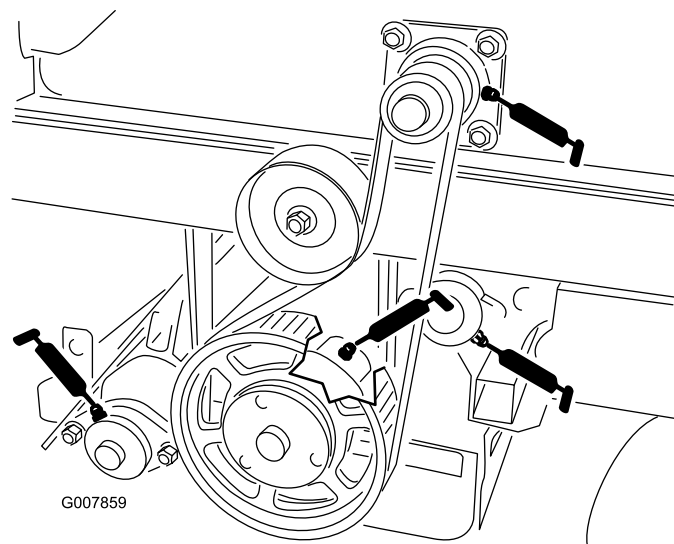
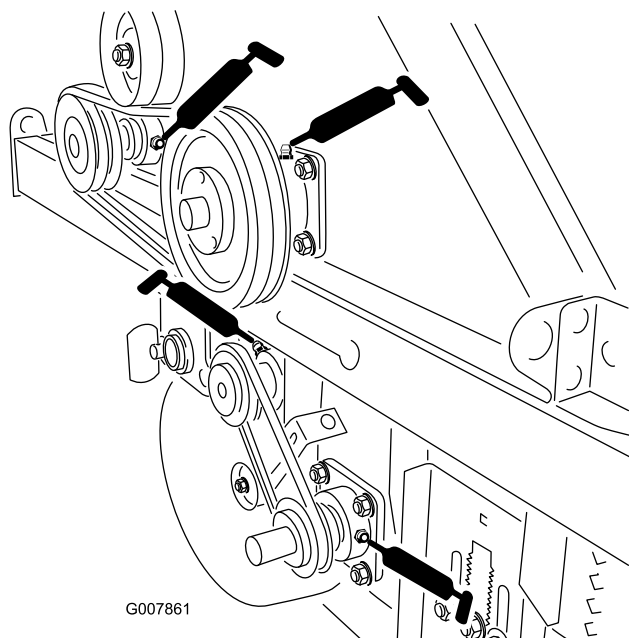

Figura 40
Figura 42
- Gruppo trinciatrice (2) Figura 42 e Figura 40.
- Angolo rotante (2) Figura 42 e Figura 40.
- Spazzola (2) Figura 42 e Figura 40.
- Rullo posteriore (2) Figura 40.